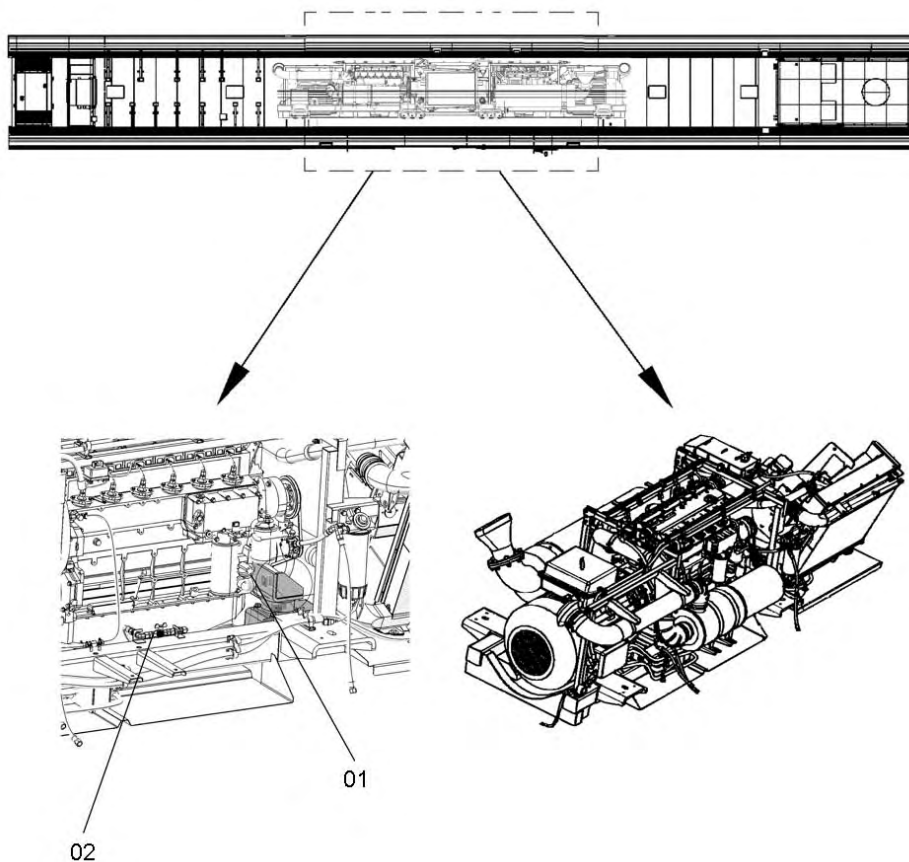

Figura 2-35. Motores de los alternadores
2.8.2 Motores de los alternadores (figura 2.35)